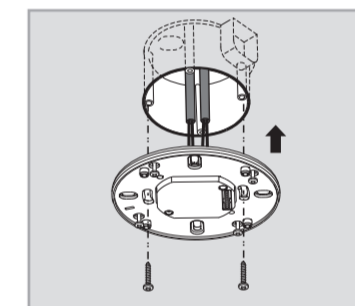

图 10
3.4.1.3 用 2 颗螺钉将配电箱固定到欧洲标准接线盒中 (见图 10)。